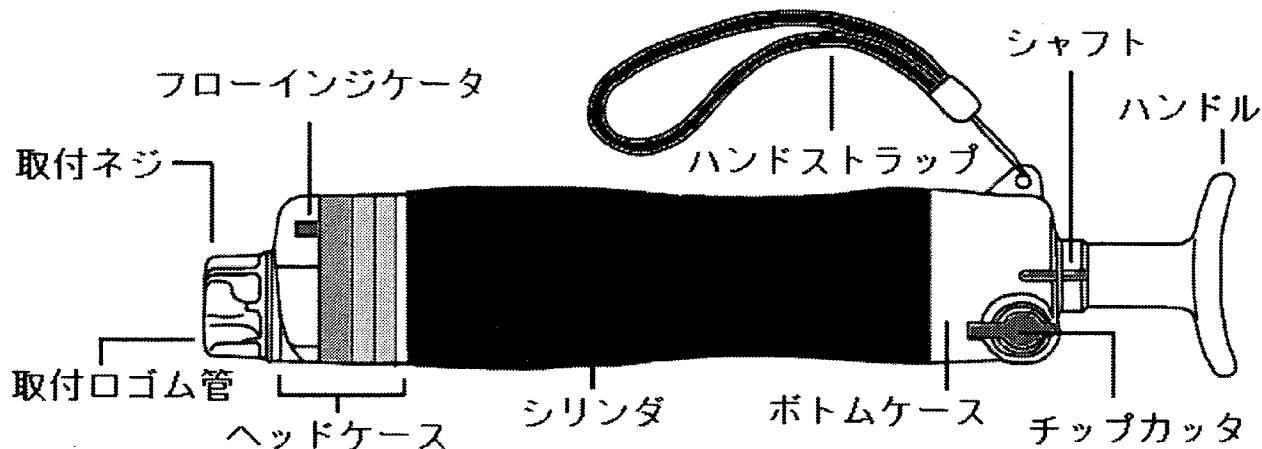
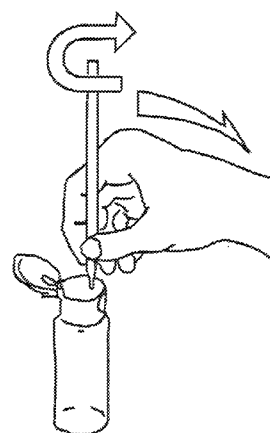

図. 1 ガス採取器AP-20の構造と各部の名称
図. 3 チップカッタ
ガス採取器AP-20は検知管に試料ガスを通気するためのもので検知管と併用して使用します。構造と各部の名称を図.1に示します。
- (1) B-191は図. 3に示すように、ガス採取器は図. 1のチップカッタに検知管の先端をチップカッタの開口部に差し込み、1回転させて傷をつけます。
- (2) 検知管の根元近くを持って手前に傾け、先端を折ります。